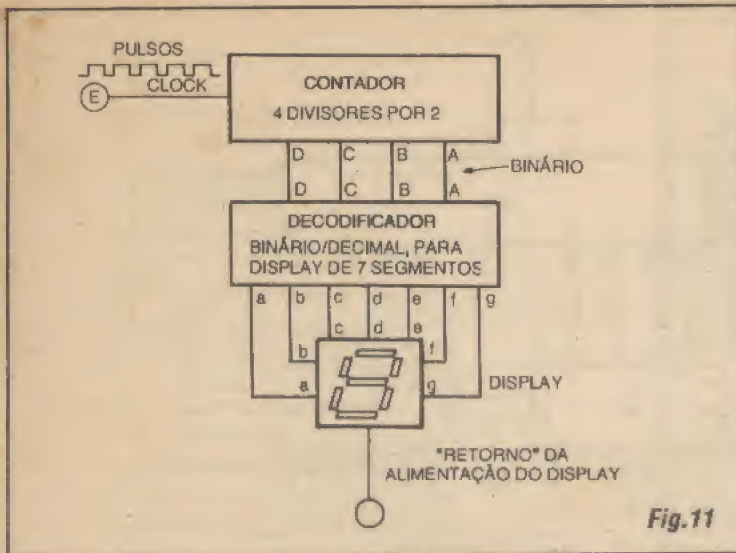

Fig. 11
- **FIG. 11 - DECODIFICANDO A DECODIFICAÇÃO (PUTZGRILA...!)** - *A coisa*, agora, parece que está se complicando, mas basta um pouco de atenção, para corretamente *pegar* e entender cada uma das várias fases de decodificação necessárias a final indicação numérica num *display* do tipo estudado... Novamente lembramos que *é possível*, através de uma parafernália de *gates* de diversos tipos (todos já estudados...) e de complexas interconexões, DECODIFICAR a notação binária **0100**, transformando-a num conjunto de níveis correspondente a **0110011**, a partir do que a excitação do *display* faria este mostrar o correspondente número decimal **4** (perceberam que são várias as DECODIFICAÇÕES necessárias...?). Entretanto, de novo, cairíamos em excessiva complexidade circuital, encarecendo o sistema, e tornando tudo um verdadeiro *trambolho*... Tudo resolvido, porém, graças às habilidades dos projetistas industriais, que desenvolveram integrados digitais com a função específica de DECODIFICADORES BINÁRIO/DECIMAL PARA DISPLAYS DE 7 SEGMENTOS (o nome é só *aparentemente complicado*...). Tais integrados, normalmente, apresentam 4 *entradas DCBA* (correspondentes a recepção dos níveis digitais relativos à notação binária